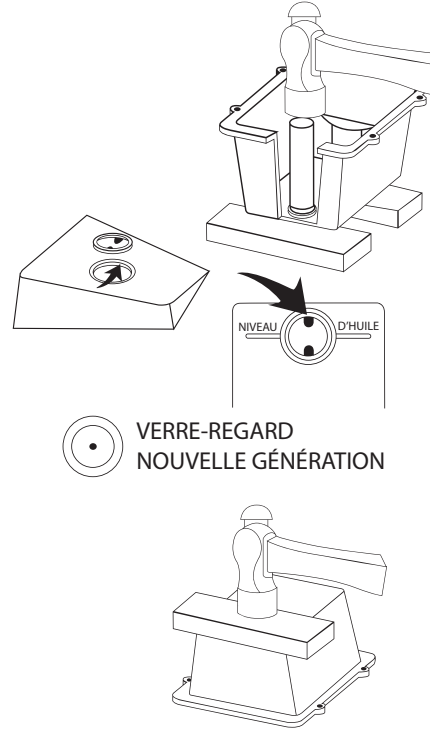

Figure 21
Étape 1 : après avoir retiré le capot de la pompe, poser cette dernière sur deux blocs de bois. Extraire le verre regard avec un manche à balai ou tout autre objet pouvant servir de chasse-goupille. Pour les séries DV-85, DV-142 ou DV-200, utiliser un chasse-goupille de 1" (env. 2,5 cm) de diamètre (**figure 21**).